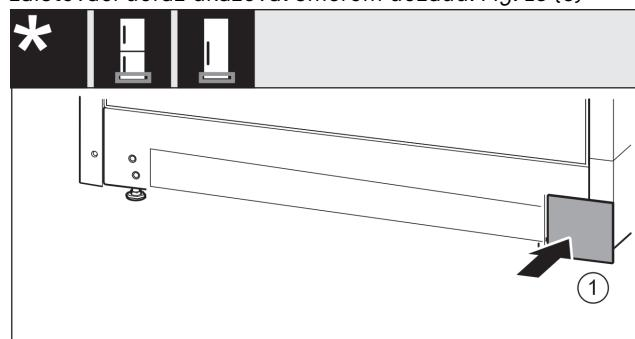

Fig. 17
- Kryt opäť nasadťte na druhú stranu. Fig. 17 (1)